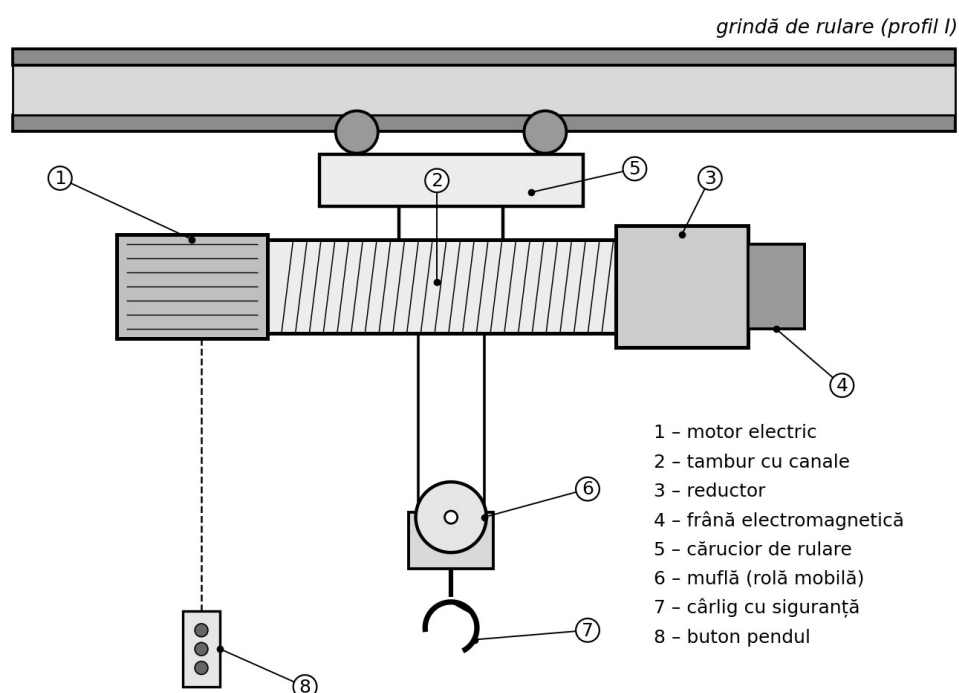

Fig. 8. Electropalanul cu cablu pe cărucior (vedere schematică)
– Fig. 8. Electropalanul cu cablu pe cărucior (vedere schematică) – motor asincron trifazat, de regulă cu două viteze (de exemplu 8 și 2 m/min – viteza mică pentru poziționarea precisă); la unele tipuri motorul are rotor conic, care deschide frâna prin deplasare axială la pornire – electromagnetică, cu disc (sau conică), normal închisă: arcul o strânge, electromagnetul o deschide când motorul primește tensiune – cu roți dințate cilindrice sau planetar, în baie de ulei; are dop de umplere, vizor sau joja de nivel și dop de golire